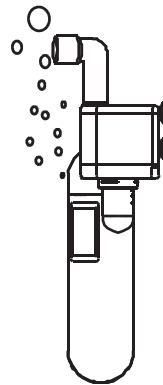

Fig.2
5. Plonger l'appareil l'aquarium durant environ 30 secondes pour laisser les bulles s'échapper. Les bulles donnent une flottabilité indésirable. (voir Fig. 2)